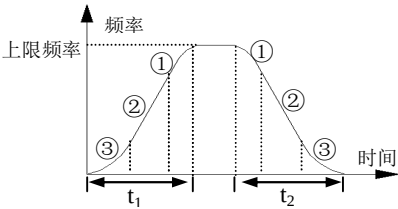

图 6-5 S 曲线加减速
1: S 曲线加减速方式. 输出频率按照 S 形曲线递增或递减，如图 6-5 所示。
S 曲线起始段时间如图 6-5 中③所示，输出频率变化的斜率从 0 逐渐递增。
S 曲线上升段时间如图 6-5 中②所示，输出频率变化的斜率恒定。
S 曲线结束段时间如图 6-5 中①所示，输出频率变化的斜率逐渐递减到 0。